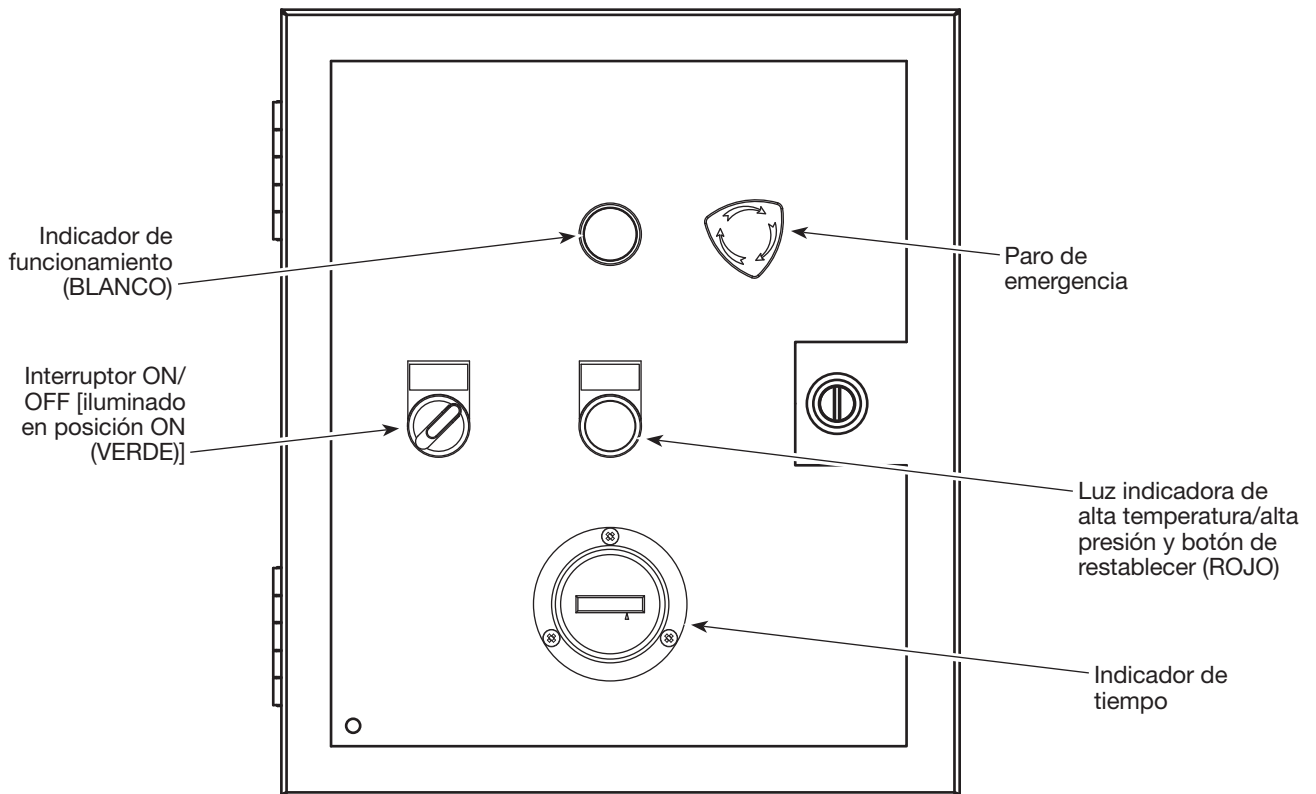

Figura 8 - Panel de Control
5. Restablezca el botón del paro de emergencia si es necesario (ver Figura 8).